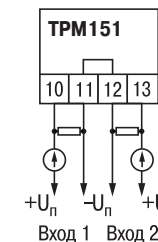

Рис. 23
3. Для питания нормирующих преобразователей необходим дополнительный источник постоянного напряжения U_n . На рис. 23 показаны схемы подключения датчиков с унифицированным выходным сигналом 4...20 мА к приборам по двухпроводной линии. Значение напряжения U_n указывается в технических характеристиках нормирующего преобразователя и, как правило, лежит в диапазоне 18...36 В.